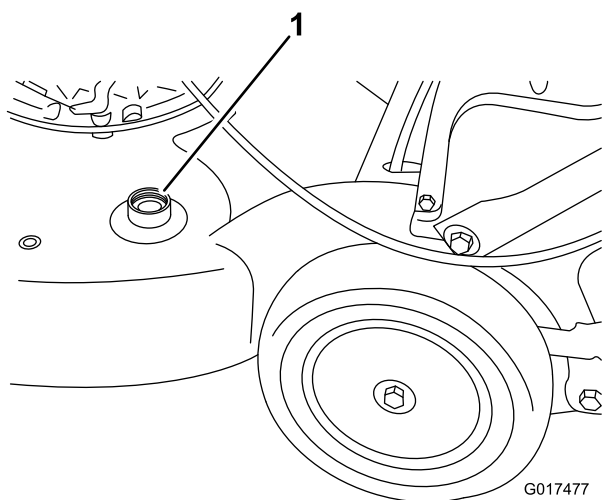

Figura 41
3. Conecte una manguera de jardín que esté conectada a un grifo al orificio de lavado de la carcasa de la máquina (Figura 41).